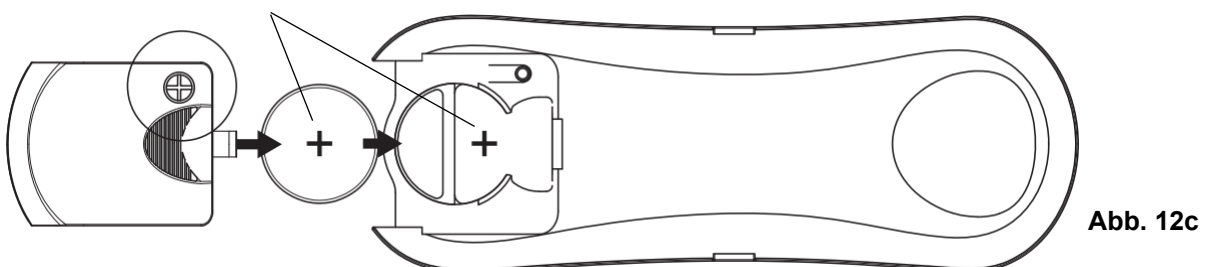

Abb. 12c
3. Setzen Sie die neue 3V DC-Batterie vom Typ CR2032 in das Fach ein. Bitte achten Sie auf die richtige Polarität der Batterie. (Abb. 12c)